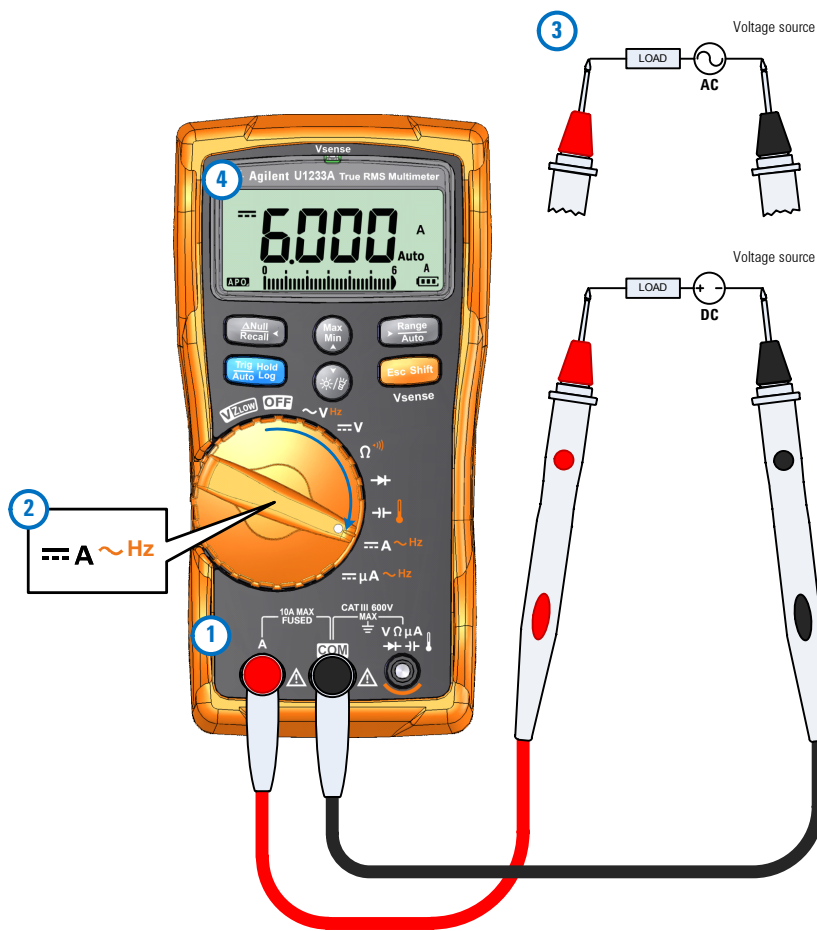
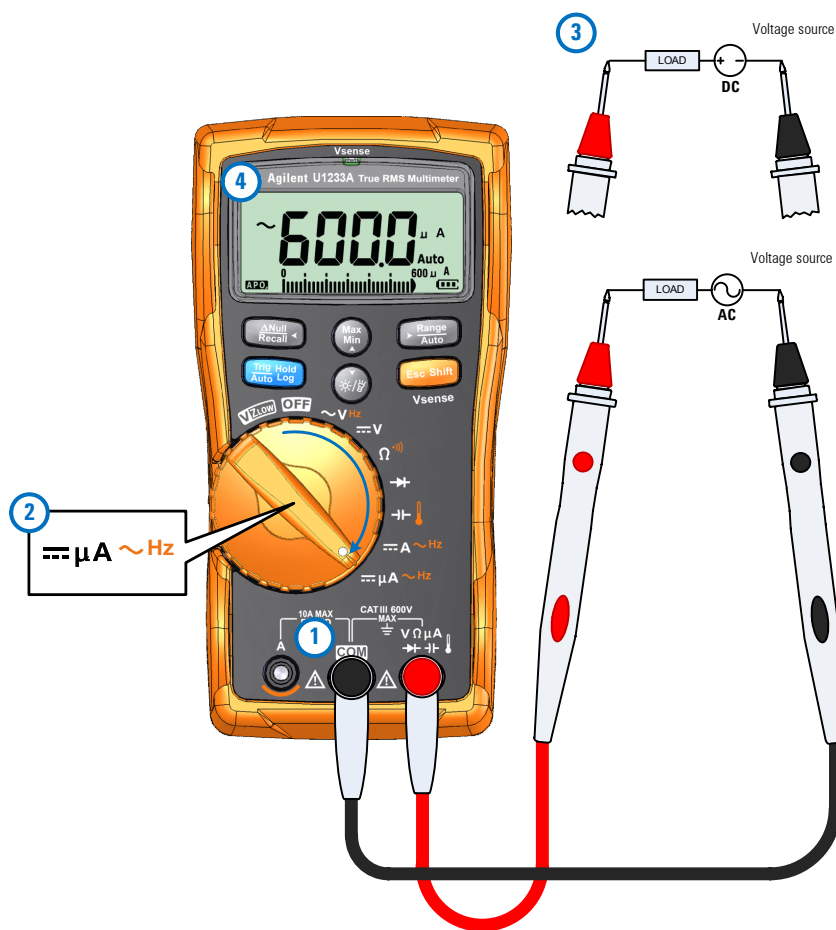

図 2-24 DC/AC 電流の測定 (A まで)
図 2-25 AC/DC 電流の測定 (μA まで)
AC または DC 電流を測定するには、図 2-24 および 図 2-25 に示すようにマルチメータをセットアップします。テスト・ポイントをプローブし、表示を読み取ります。
- 1  **図 2-25** に示すように、μA 電流を測定するようにマルチメータをセットアップします。